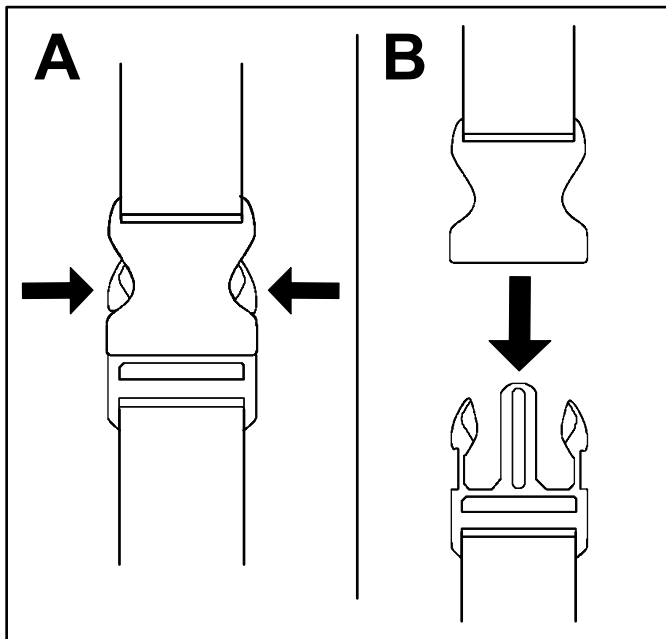

Bild 7
1. Beiden Seiten der Schnellverschlussschnalle eindrücken (A in Bild 7).
2. Lassen Sie die Schnellverschlussschnalle sich lösen (B in Bild 7).